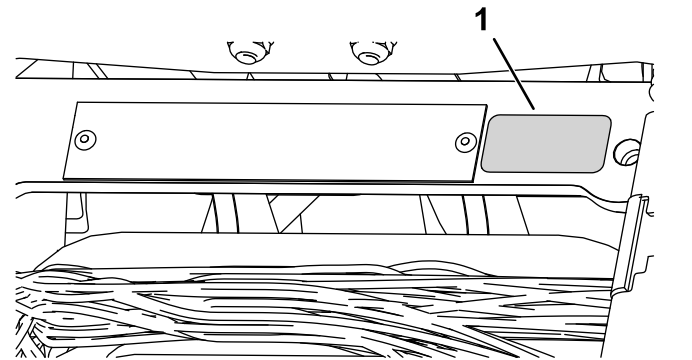

図 15
- シリアルプレートの近くに製造年デカルを貼りつける **図 15**。